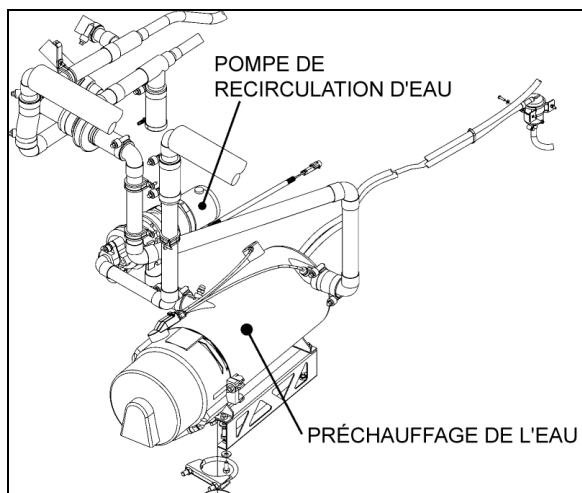

FIGURE 61 : EMBLACEMENT DE LA POMPE DE CIRCULATION – SYSTÈME DE CVC CENTRAL DES SÉRIES X3
- Séries X3 – Compartiment du préchauffeur de liquide de refroidissement (Figure 61)